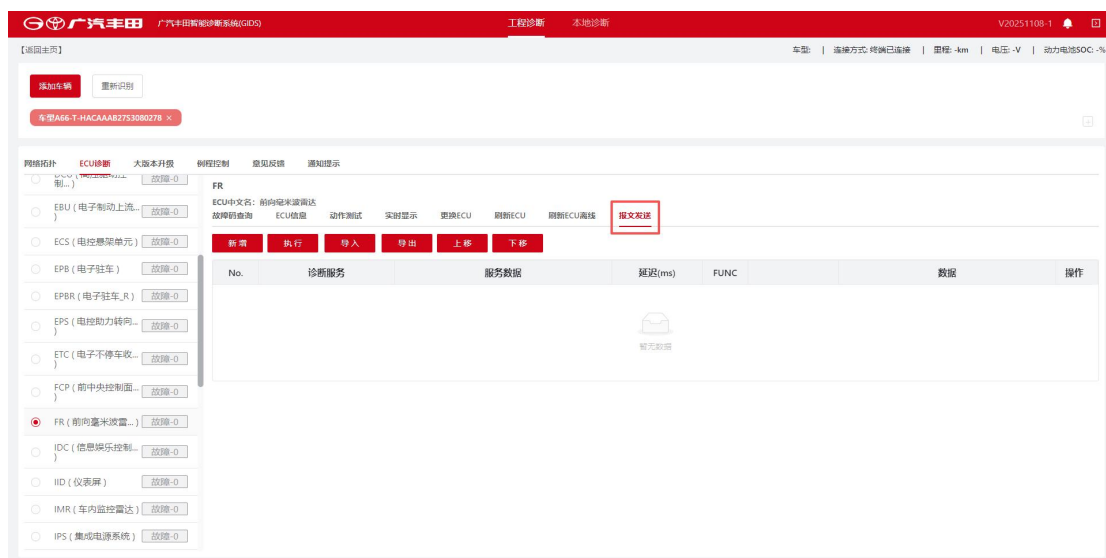

Рис. 5-35 Отправка сообщений
1. Выберите ECU, как показано на Рис. 5-35 Отправка сообщений. Нажмите вкладку «Отправка сообщений», затем нажмите [Добавить].